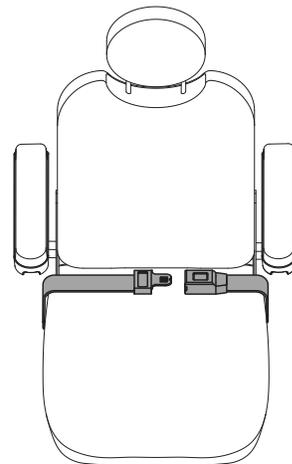

Figura 8. Regolazione della cintura di posizionamento
La Carrozzina elettrica può essere equipaggiata con una cintura di posizionamento regolabile secondo la comodità dell'operatore. **Vedere la figura 8.** La cintura di posizionamento è progettata per sostenere l'operatore in modo che non scivoli verso il basso o in avanti sul sedile e può essere regolata per maggiore comfort dell'operatore. La cintura di posizionamento non deve essere usata come dispositivo di contenimento.
1. Una volta seduti, inserire la linguetta metallica su un lato della cintura nell'alloggiamento in plastica sul lato opposto fino al clic. **Vedere la figura 8.**